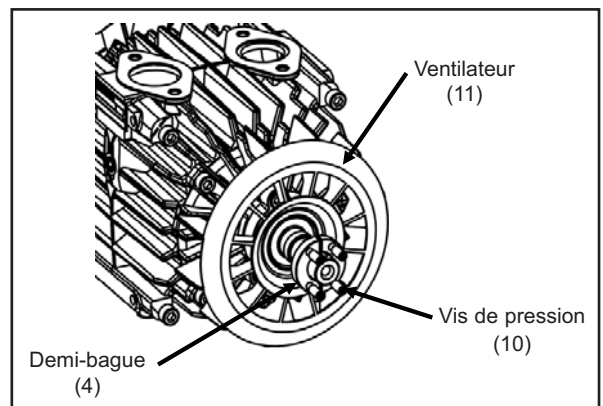

Figure 12
3. Desserrez les quatre vis de pression M8 (10) qui maintiennent les demi-bagues et enlevez la bague (4) ; voir la figure 12.